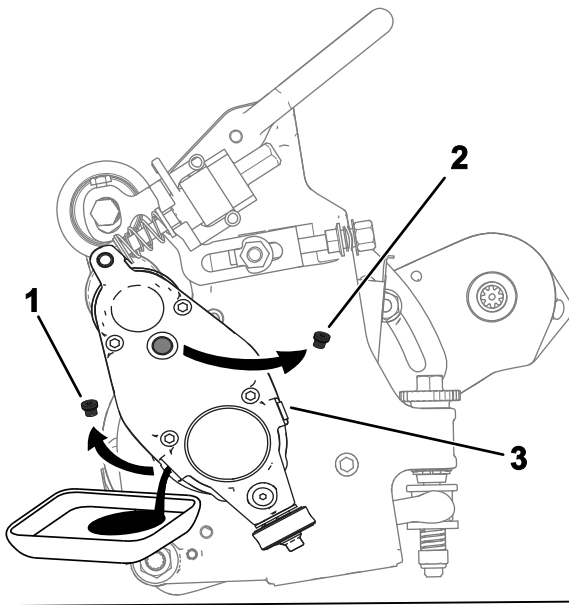

Рисунок 23
5. Наклоните режущий блок (как показано на Рисунок 23) так, чтобы сливное отверстие находилось в нижней части для обеспечения полного слива.